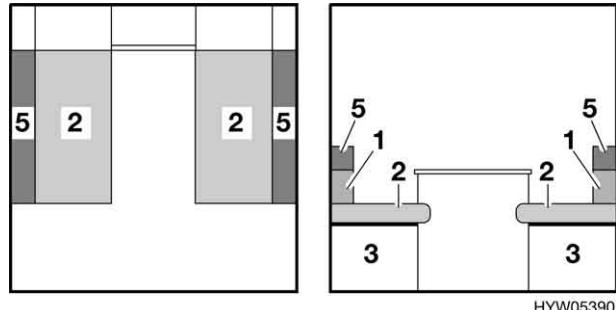

Fig. 48 Prima della trasformazione
- Sfilare il cuscino aggiuntivo (Fig. 48,5) dal cuscino dello schienale (Fig. 48,1). Il cuscino aggiuntivo è fissato a quello dello schienale tramite un nastro in velcro e può essere staccato con facilità.
- Togliere i cuscini dello schienale (Fig. 48,1).